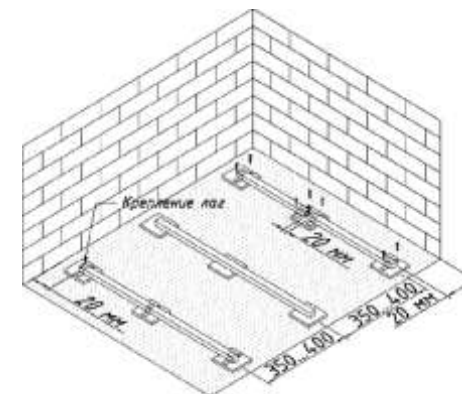

Рис.3 Укладка лаг
- При укладке монтажных лаг на подготовленное основание, используйте резиновые подкладки под лаги толщиной от 5 до 20 мм для отвода воды. Рис. 3
- Поперечное расстояние между лагами для укладки террасной доски должно составлять не более 350-400мм (размер по осям). Рис. 3.
- Обеспечьте технологический зазор между лагой и примыкающей (стеной) поверхностью не менее 20мм. При продольной стыковке лаг всегда оставляйте зазор между ними не менее 20мм. Рис. 3